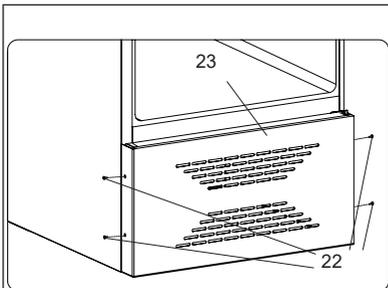

Рисунок 12
3. Крестовой отверткой выкрутите винты 22 цокольной панели 23 (см. рис. 12). Слегка вытяните ее на себя и положите на пол.
6. Крестовой отверткой выкрутите винты 22 цокольной панели 23 (аналогично рис. 12). Слегка вытяните ее на себя и положите на пол.